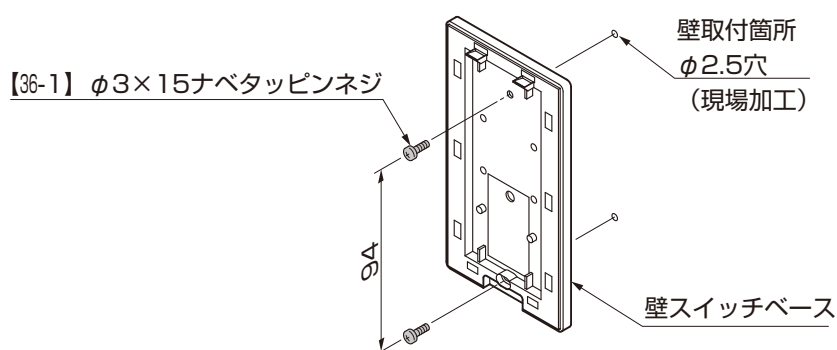

図10-2 壁スイッチベースの取付け
②壁スイッチベースを、目隠材などのシャッター開閉が確認できる所に、【36-1】で取付けてください。(図10-2参照)
●壁取付箇所にφ2.5穴をあけてから取付けてください。(図10-2参照)